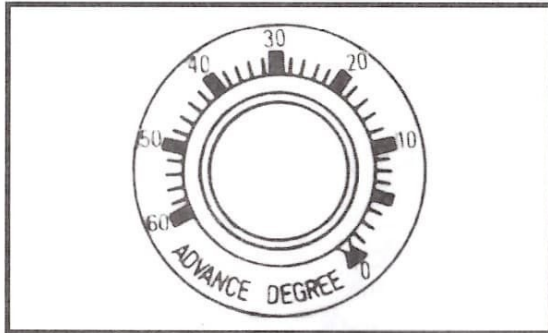

Рисунок 3
1. Установите рукоятку в положение «0», как показано на рис.3.